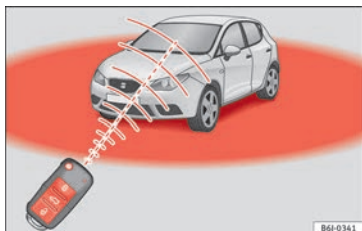

Fig. 115 Périmètre d'action de la radiocommande.
- La radiocommande fonctionne uniquement lorsque vous vous trouvez dans son périmètre d'action » **fig. 115**.